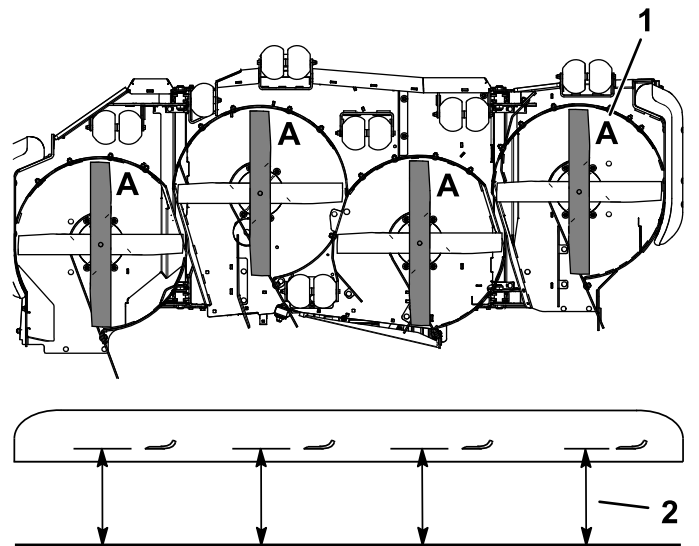

Figure 76
3. Tournez les lames dans le sens longitudinal (Figure 76).
4. Mesurez la distance entre la surface plane et le tranchant (position A) des lames (Figure 76).